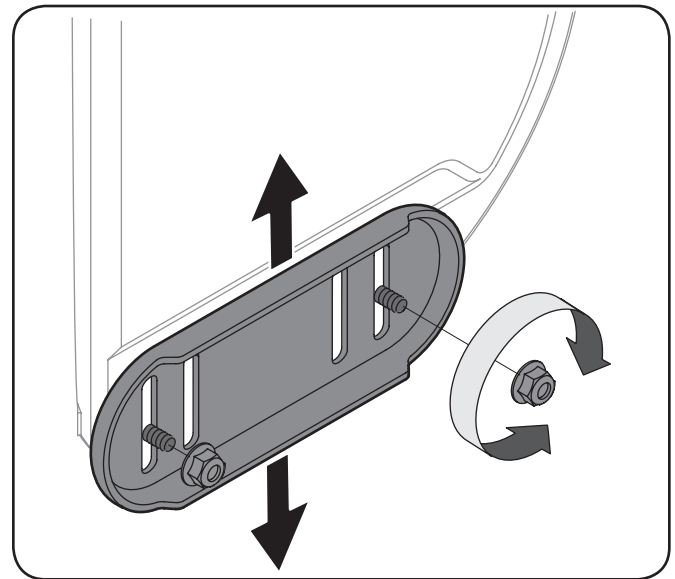

Figura 3-12
1. Afloje las cuatro tuercas hexagonales (dos en cada lado) y los pernos del carro. Mueva las zapatras antideslizantes a la posición deseada. Consulte la Figura 3-12.